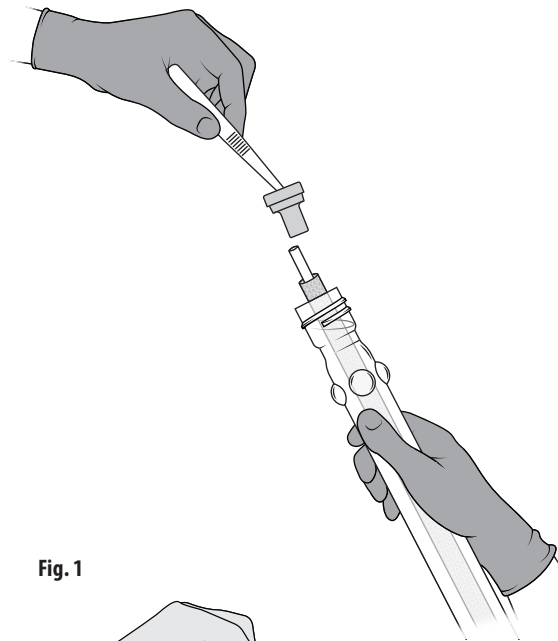

Fig. 1
- Fjern hættten, og kassér den. Fjern proppen med en tang, og kassér den. Tangen skal også kasseres, da den nu anses for at være usteril. Fig. 1.